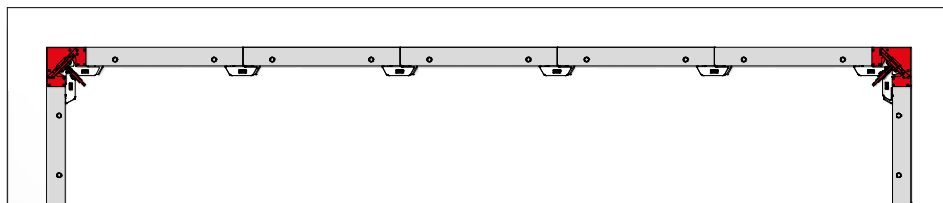

Fig. 57.1
1. Après le bétonnage, retirer les serrures de coffrage M de l'angle intérieur décoffrant (Fig. 57.1).